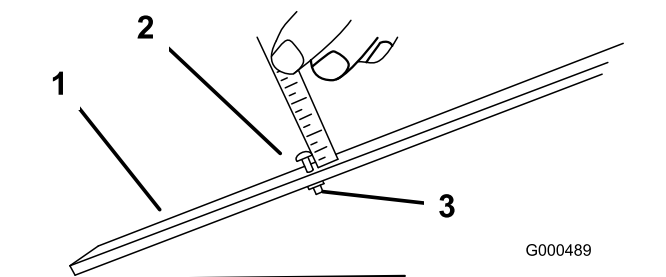

Figure 8
1. Desserrez l'écrou du gabarit et tournez le boulon de réglage de manière à obtenir la hauteur de coupe voulue (Figure 8).